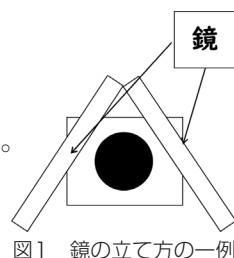

図1 鏡の立て方の一例
- (1)鏡に何が映っているか観察し、映っている物と鏡の位置関係について考えます。
- (2)絵を描いた紙を用意し、それを挟むように二枚の鏡を立てます。(図 1)
- (3)二枚の鏡がなす角度を変え、絵がどのように見えるか観察します